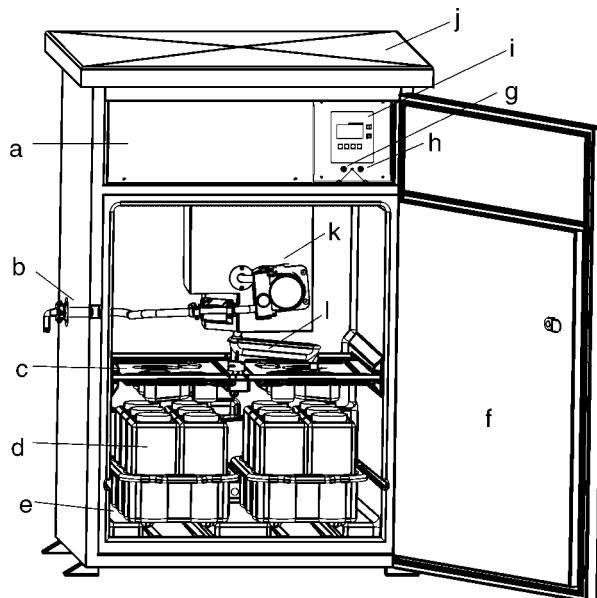

Abb. 2: ASP Station 2000 Peristaltik Montageübersicht
3. Schrauben Sie den Entnahmeschlauch an den Schlauchanschluss des Gerätes → Abb. 2, Pos. d.